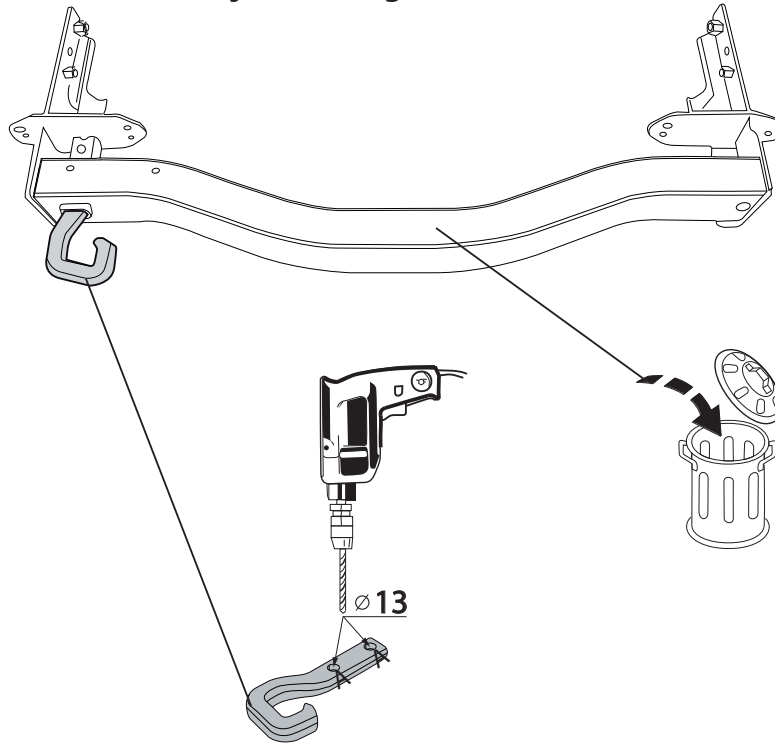

Fig. 2
6. **Внимание, если имеются:** Просверлить отверстия А диаметром \varnothing 13 мм насквозь (см. рис. 2).